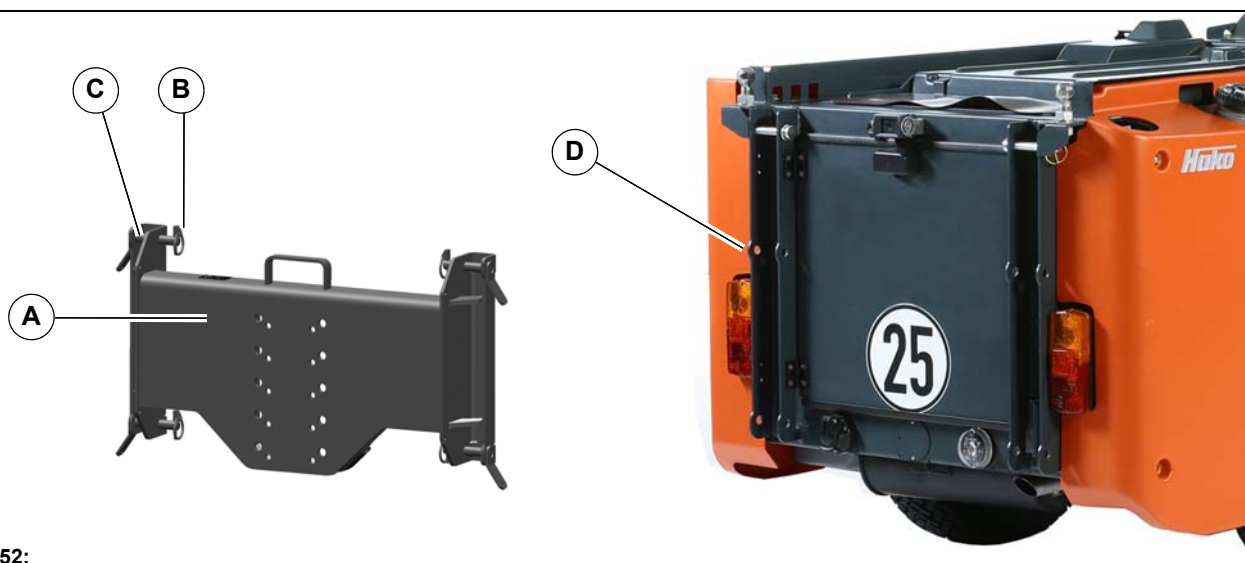

Fig. 152:
Le dispositif d'attache de remorque **Fig. 152-A** est monté sans l'aide d'outils à l'arrière du véhicule.
1. Retirer les goupilles à anneau rabattant **Fig. 152-B** des quatre boulons **Fig. 152-C** du dispositif d'attache de remorque et extraire les boulons.
3. Fixer le dispositif d'attache de remorque avec les boulons et les goupilles à anneau rabattant sur les points de fixation **Fig. 152-D** de l'arrière-train.